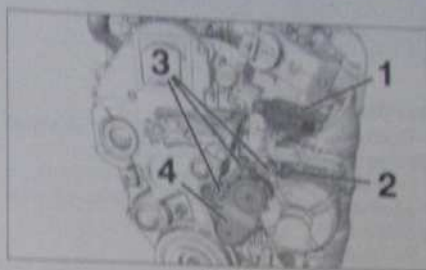

Fig. 2
- le capteur de pression différentiel (1) (Fig.2),
- le support (2),
- les vis (3),
- le galet tendeur (4).